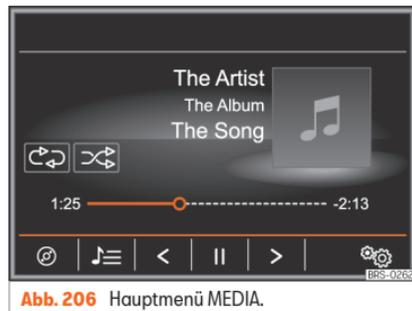

Abb. 206 Hauptmenü MEDIA.
- Tippen Sie auf die Funktionsfläche  **Auswahl J** » » **Abb. 206**.